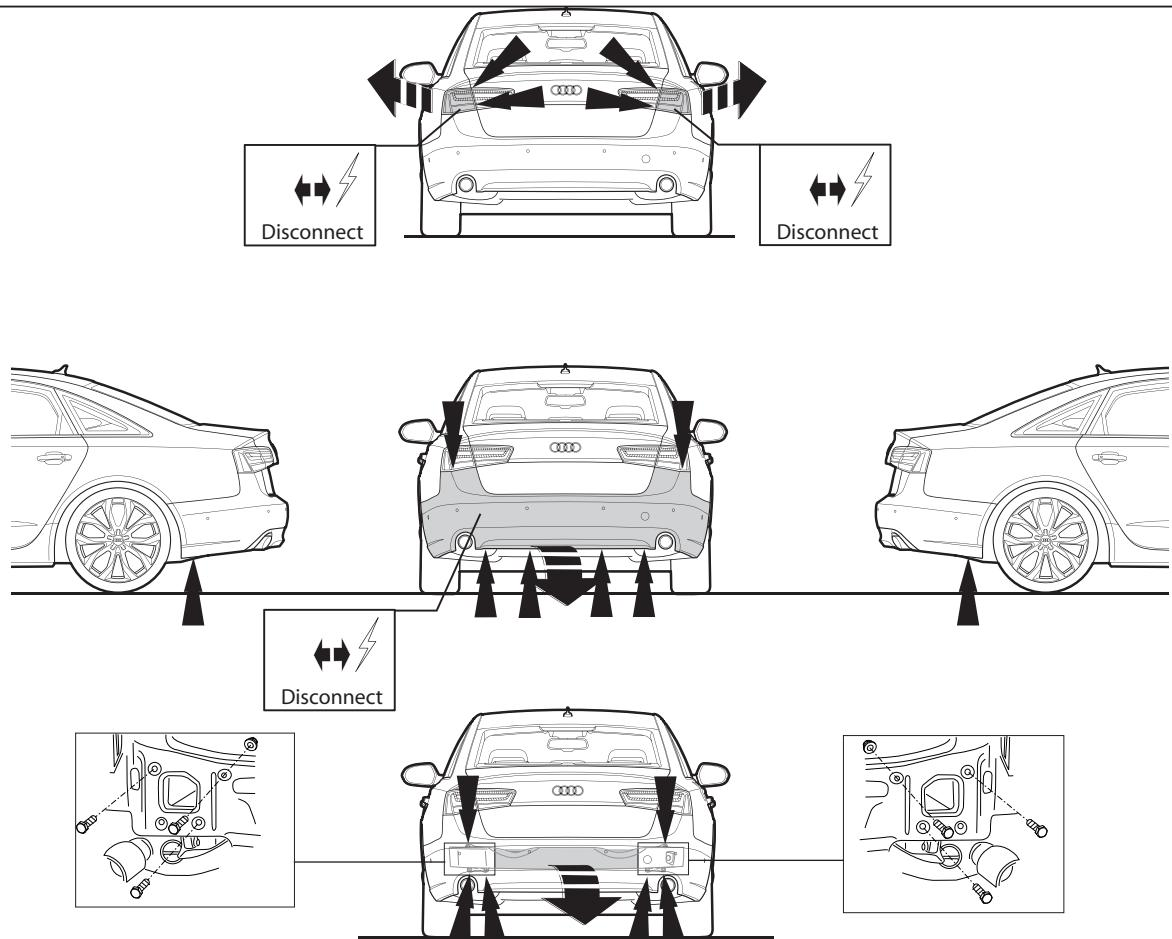

Fig. 1
- Снять оба блока задних фар. Снять бампер вместе со стальным буферным бруском автомобиля; буферный брус больше не понадобится. См. рисунок 1.